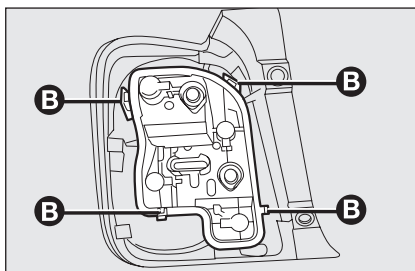

fig. 27
- ☐ extraire la douille de son logement en la libérant des ailettes de blocage **B**-fig. 27;